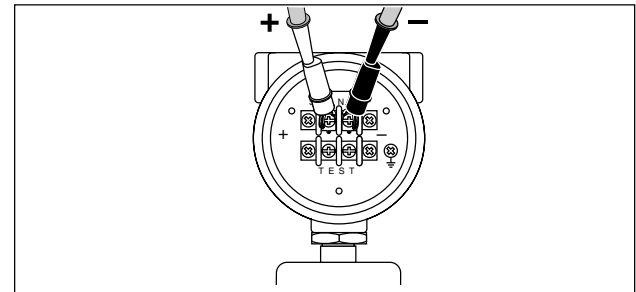

Figure 7. Production d'une tension de boucle
2. Le transmetteur étant débranché de l'alimentation de boucle normale, connectez les cordons de mesure mA (+) et COM (-) du calibrateur en série avec la boucle de courant de l'instrument conformément à la figure 7.